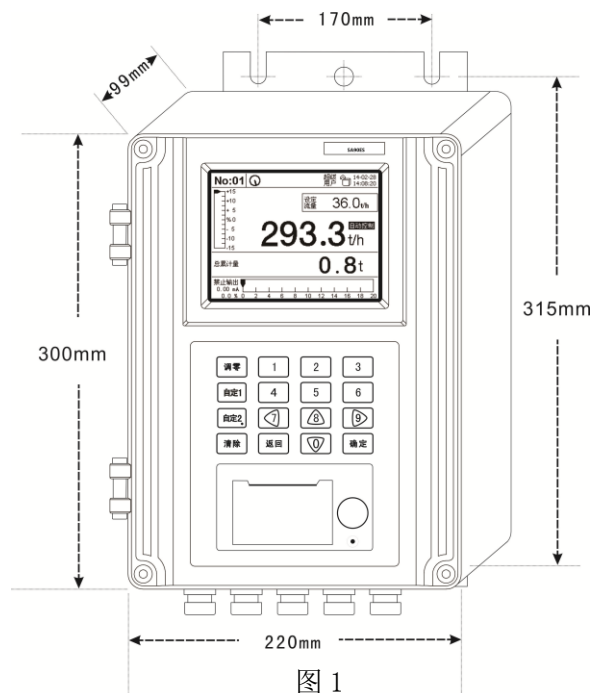

图 1
- 在砖墙等可靠结实的墙壁上安装 4 个 M8 螺栓，间距为 170x272mm。如图 1